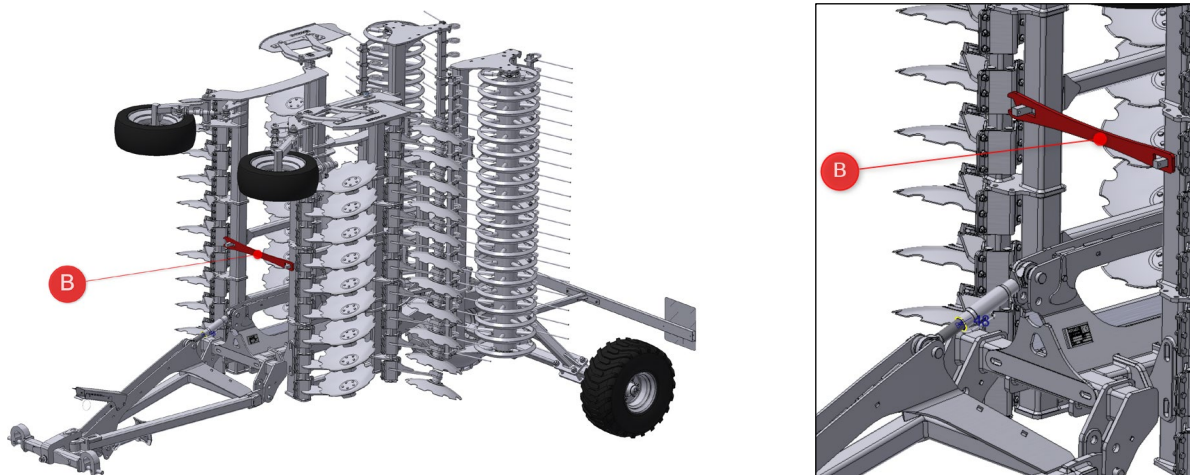

Figura 22-Posizione della barra di sicurezza per la circolazione su strada / Position of the safety plate for the road circulation.
- Posizionare la barra di sicurezza come in figura 22, e bloccarla con le spine a scatto.
Con le sezioni pieghevoli del telaio chiuse, posizionare sempre la barra di sicurezza come in figura 22.